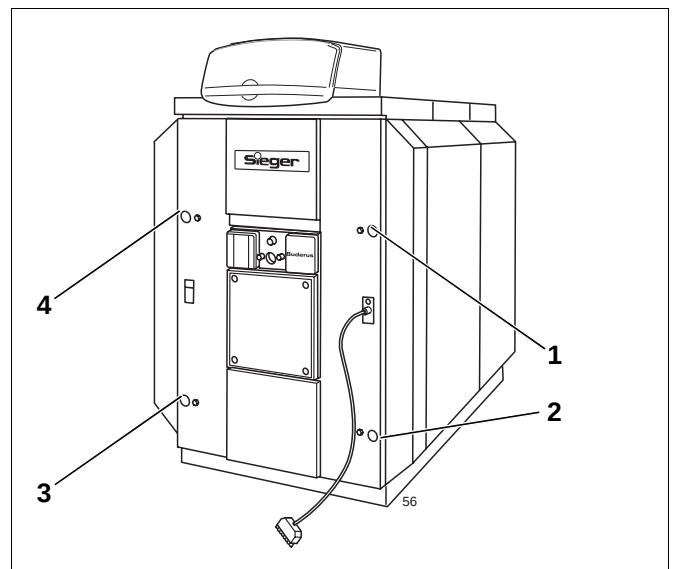

Abb. 75 Brennergürtürbefestigung
- Die vier Maschinenschrauben lösen, die zur Befestigung der Brennergürtür am Vorderglied dienen (Abb. 75, **Pos. 1** bis **4**).